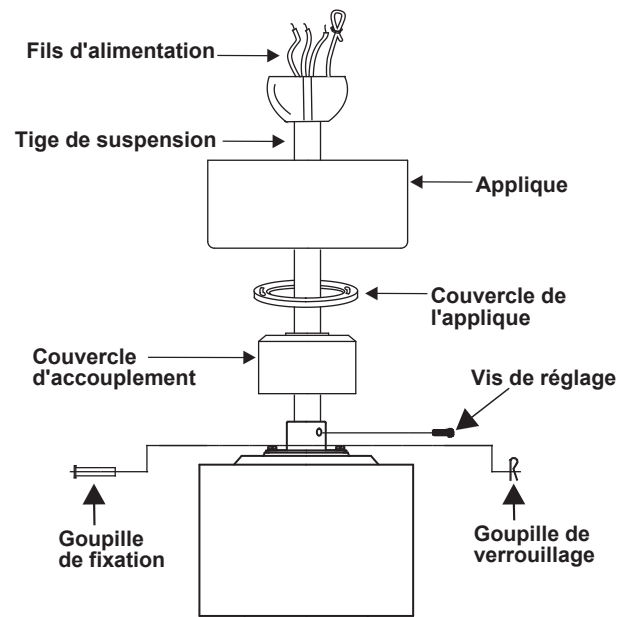

Figure 7
4. Desserrez les deux vis de réglage et retirez la goupille de fixation et la goupille de verrouillage de l'arbre central/accouplement supérieur de l'assemblage du moteur. Cela permettra à la tige de suspension d'entrer dans l'arbre central. (Fig. 7)
5. Acheminez les fils sortant du haut du moteur du ventilateur à travers le couvercle d'accouplement, le couvercle de l'applique, puis à travers la boule/tige de suspension. (Fig. 7)
6. Alignez les trous au bas de la tige de suspension avec les trous dans le collier sur le dessus du carter du moteur. Insérez soigneusement la goupille de fixation à travers les trous du collier et de la tige de suspension. Veillez à ne pas coincer la goupille contre le câblage à l'intérieur de la tige de suspension. Insérez la goupille de verrouillage dans le trou près de l'extrémité de la goupille de fixation jusqu'à ce qu'elle s'enclenche dans sa position verrouillée. (Fig. 7)